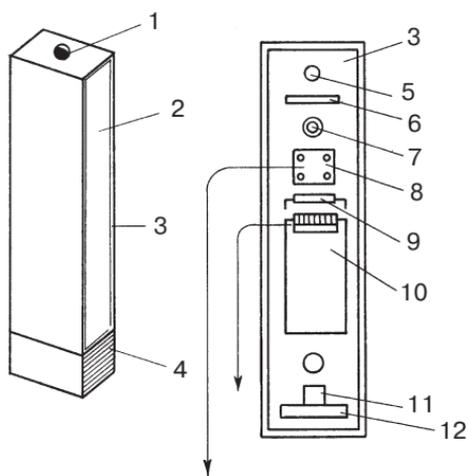

Рис. 64. Люминесцентный настенный светильник:
*Люминесцентные светильники.* Внешний вид настенного светильника с люминесцентной лампой показан на рис. 64.